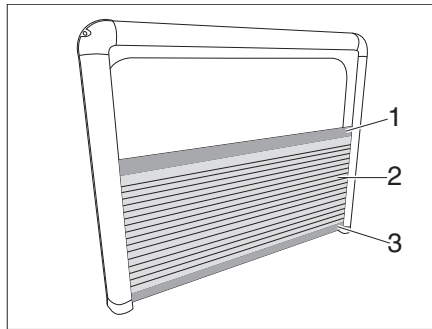

Fig. 77 Tenda a rullo, pieghettata
**Chiusura:** ■ Sollevare l'oscurante a rullo (Fig. 77,2) afferrando il listello superiore (Fig. 77,1) e spingere il listello inferiore (Fig. 77,3) verso il basso.
**Apertura:** ■ Spingere il listello superiore (Fig. 77,1) verso il basso. La finestra aperta è protetta dalla zanzariera.
**Apertura senza zanzariera:** ■ Spingere il listello inferiore (Fig. 77,3) verso l'alto. La finestra aperta non è protetta non dalla zanzariera.